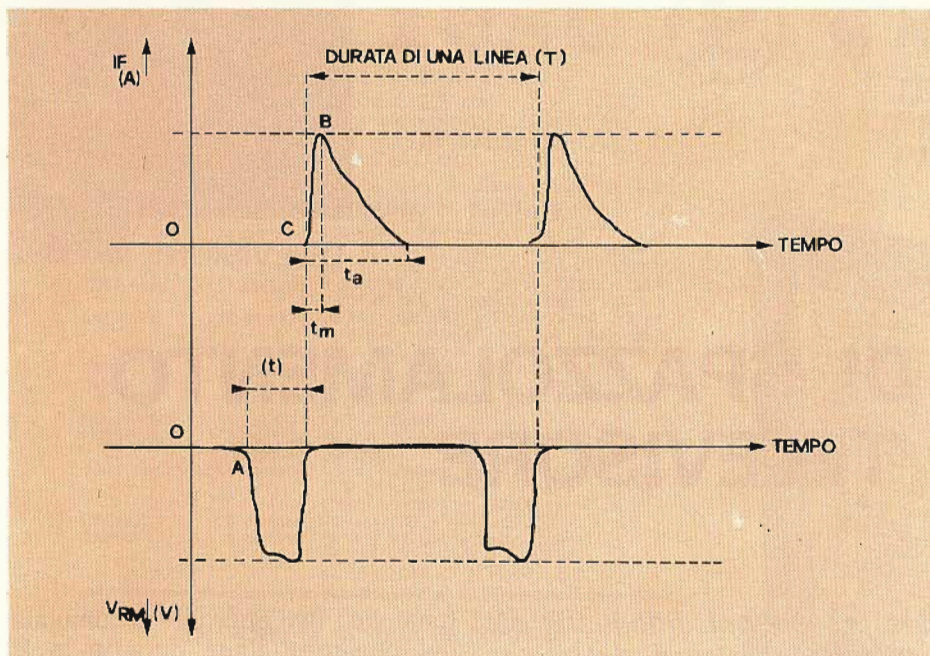

Fig. 2 - Corrente e tensione di un diodo di recupero di corrente dello spazzolamento linee.
fra (C) e (B) uguale a (tm) allungando dunque il tempo di ritorno dello spazzolamento di linea (vedi fig. 2).